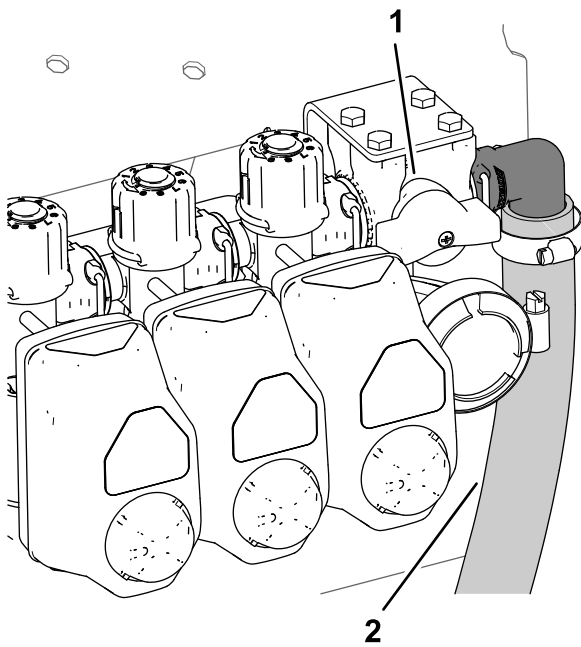
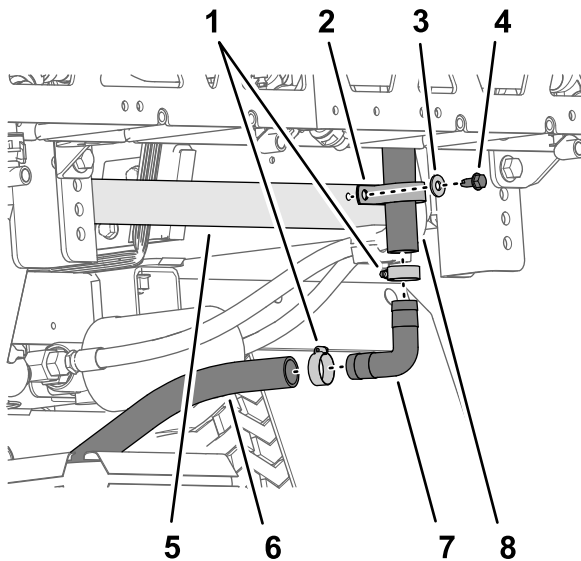

Figura 40
Figura 41
1. En el extremo inferior de la manguera de desvío superior, retire el perno con arandela prensada (5/16" x 3/4"), la arandela (5/16") y abrazadera para bridas en R que sujeta la manguera de desvío superior a la placa base trasera de la máquina (Figura 40 y Figura 41).
3. Retire el acoplamiento dentado de 90° de las mangueras (Figura 41).
2. Retire las 2 abrazaderas que sujetan la manguera de desvío superior y la manguera de desvío inferior al acoplamiento dentado de 90° (Figura 41).